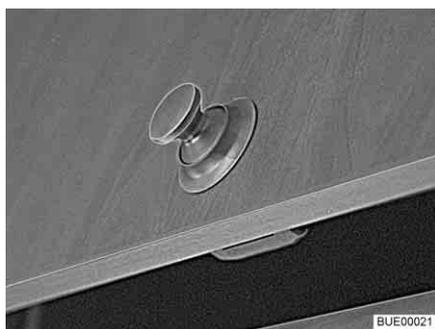
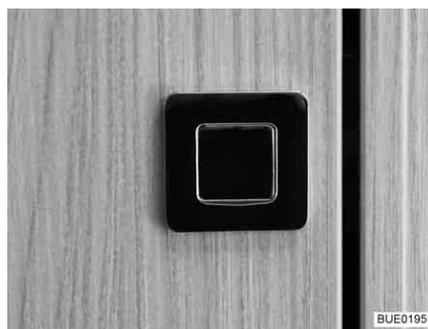

Fig. 44 Porte de placard avec bouton-poussoir rond
Fig. 45 Porte de placard avec bouton-poussoir rectangulaire
- Appuyer sur la partie intérieure de la serrure. Le bouton-poussoir (Fig. 44 ou Fig. 45) ressort.